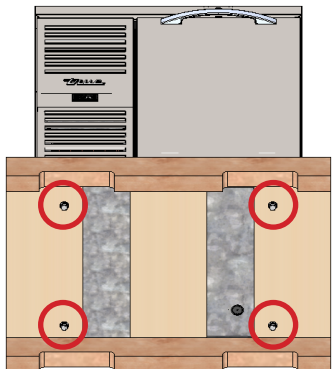

Fig. 4. Emplacements des boulons de transport.
3. À l'aide d'une clé réglable, déplacez tous les boulons de transport fixant le patin à bois au fond de l'armoire. Voir fig. 4.